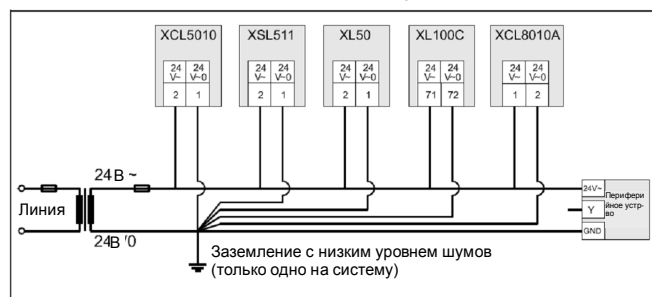

Рис. 99 Соединение заземлений нескольких контроллеров различного типа (единственный трансформатор)
- Убедиться в том, что заземление подсоединено к правильной клемме в соответствии с Рис. 99 и соответствующими схемами соединений.